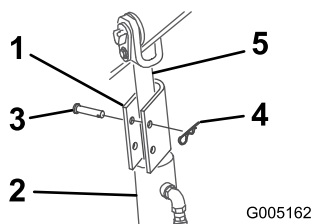

Figura 12
- Coloque un bloqueo de cilindro sobre la barra de cada cilindro de elevación (Figura 12).
- Fije el bloqueo de cilindro de cada brazo de carga con un pasador y una chaveta (Figura 12).